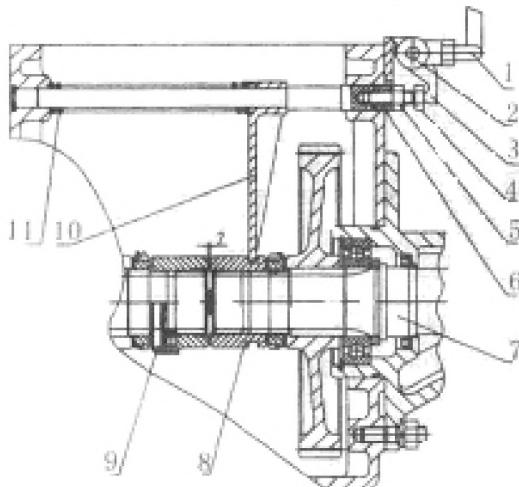

Рисунок 4-9. Устройство блокировки дифференциала.
Трактор серии ТУ оснащен устройством блокировки дифференциала зажимного типа (Рисунок 4-9). Устройство блокировки дифференциала состоит из рычага переключения дифференциала (1), рычага дифференциала (3), левого и правого зажима (8) (9), стопорящей пружины дифференциала (11), вилки дифференциала (10) и т.д. Устройство блокировки дифференциала является крайней мерой, если трактор не может преодолеть скользкую местность. Переключите рычаг, чтобы вилка вала передвинуть влево, сжать пружину, а вилка уйдет влево, чтобы задействовать левый и правый зажимы. Левая и правая полуоси соединены друг с другом. Если одна сторона буксует без энергии привода, часть вращающего момента, передающегося от центрального привода, переходит через устройство блокировки дифференциала на другую сторону с большим сцеплением. Это увеличивает силу привода и помогает трактору преодолеть скользкую местность.
Регулировка устройства блокировки дифференциала осуществляется при помощи болта (4) (рисунок 4-9) и гайки (5). Зазор между правы и левым зажимом должен составлять 2 мм. после регулировки. Подтяните болт, чтобы увеличить зазор и ослабьте, что уменьшить зазор. После регулировки, зафиксируйте болт гайкой.